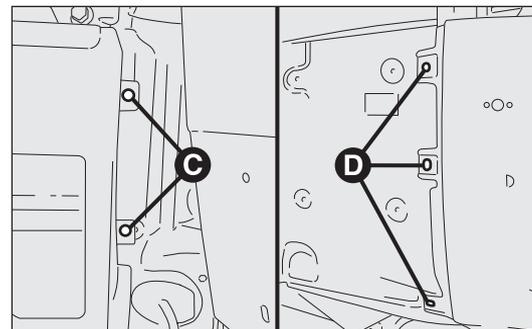

Abb. 199
- die beiden Befestigungen C-Abb. 199 auf der Seite der hinteren Flügeltür herausdrehen, die sichtbar werden, wenn die Tür leicht geöffnet wird;
- die drei seitlichen Befestigungen D auf der Seite lösen, die nach dem Entfernen der seitlichen Zierleiste Abb. 199 erreichbar sind. Um die Zierleiste zu entfernen müssen die drei unteren selbstschneidenden Schrauben gelöst und vorsichtig die Stifte entfernt werden. Falls ein oder mehrere Stifte abbrechen, müssen diese ausgetauscht werden,